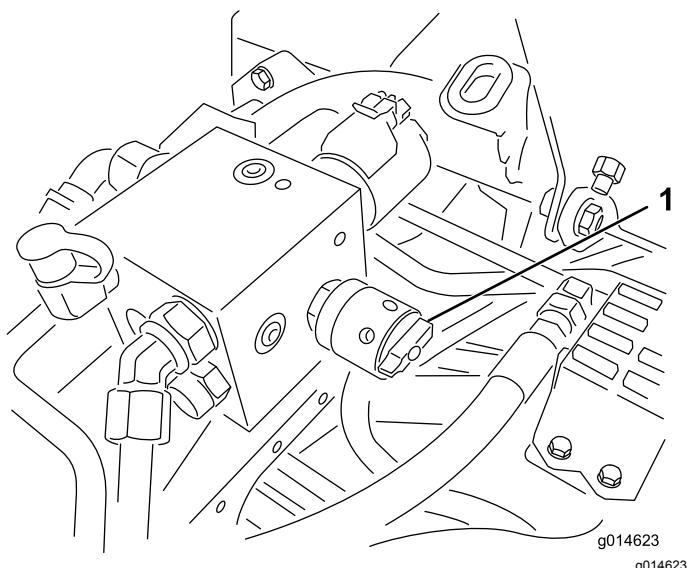

Figure 56
6. Tournez la commande de vitesse des cylindres à la position 1 (Figure 56).